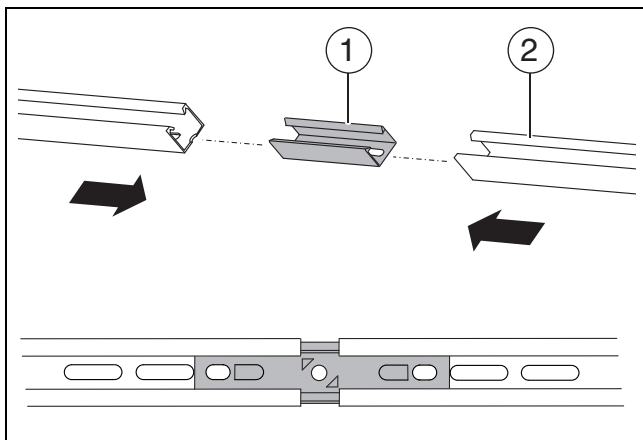

Рис. 42
- ▶ Соединение профильных реек (→ рис. 42).